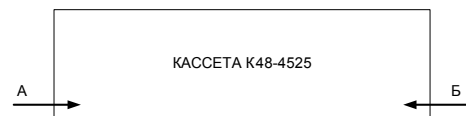

Рисунок 2
**2** Варианты ввода ОМ (ОВ) на кассету показаны на схемах “а”-“в” (рисунок 2). Помимо представленных схем, обеспечивается возможность и комбинированного ввода ОМ (ОВ) на кассету: прямой ввод и угловой ввод.